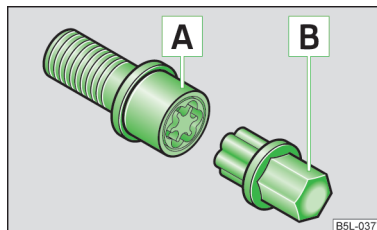

Fig. 144
- Introduceți adaptorul **B** » **fig. 144** cu partea zimțată până la limită pe dantura interioară a șurubului antifurt **A**, astfel încât să se mai vadă doar partea sa hexagonală.